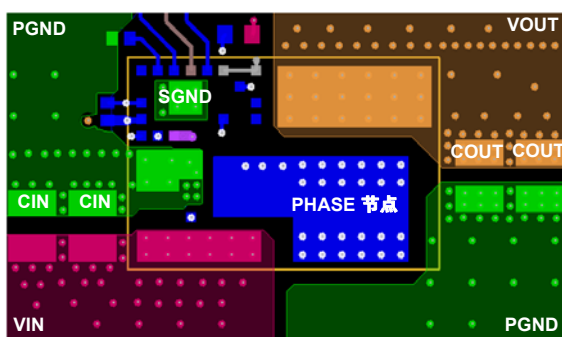

图 46。布局示例 - 顶层
- (1) 将输入电容器和高速解耦陶瓷电容器放在 VIN 和 PGND 之间、尽可能靠近模块的位置。由输入电容器、VIN 衬垫和 PGND 组成的回路必须尽可能小，以尽量减少高频噪音。应将输出电容器放在尽量靠近负载的位置。使用短宽的铜板将输出电容与负载连接起来，以避免任何寄生感应和电阻。一个说明性的布局示例显示在图 46 和 47 中。
- (2) VIN、VOUT 和 PGND 应该使用大的铜板来减少传导损失和热应力。使用足够的过孔来连接不同层的电源板。
- (3) 使用具有共享 SGND 和 PGND 的内部层（在模块下面）中的完整平面层来简化布局设计。建议使用狭槽（如 28 页上的 48 图所示）来确保开关电流远离模块的 SGND 垫。建议在底层的上层尽可能多的使用 GND 平面（包含诸如输入帽、输出帽等组件）。使用顶部和底部层来传送 EN、VCC 和 PGOOD 信号。
- (4) 对于 300kHz 和 42V 输入的切换频率，从 PH 到 VIN 串联连接一个 4.02Ω 1206 电阻器和 270pF 100V X7R 0603 电容器。为实现超过 300kHz 的切换频率减少电阻器大小。通过公式 $C \cdot V^2 \cdot f$ 计算电阻器 $R_5 (P_{cal})$ 中损耗的能量，在此，